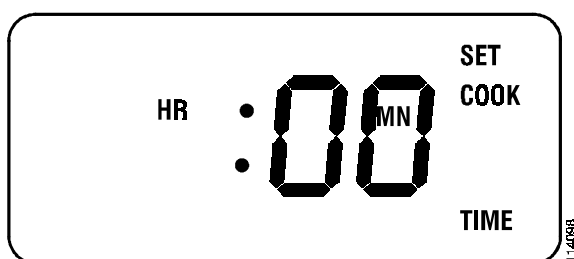

Figure 8.
6. Appuyez sur le bouton **Cook Time** (Temps de cuisson). Un bip se fera entendre et l'écran affichera SET-COOK-TIME sur le côté droit (voir Figure 8), ce qui signifie que vous devez introduire la durée de cuisson choisie.
Appuyez sur le bouton **Cook Time**. Un bip se fera entendre et l'écran affichera SET-COOK-TIME sur le côté droit (voir Figure 8). Ensuite appuyez sur le bouton plus (+) ou moins (-), à droite de l'écran, pour donner au minuteur la durée de cuisson désirée. La durée de cuisson maximum est de 11 heures et 50 minutes (la durée minimum est de 1 minute).